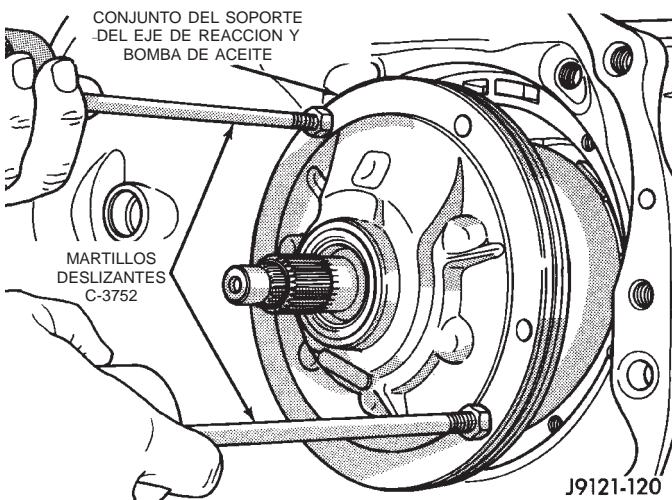

Fig. 73 Soporte del eje de reacción y bomba de aceite
(13) Retire los pernos de la bomba de aceite.
(14) Coloque los pernos de los martillos de percusión C-3752 en los orificios roscados de la brida del cuerpo de bomba (Fig. 73).
(15) Golpee las pesas del martillo deslizante hacia afuera para retirar de la caja el conjunto del soporte del eje de reacción y la bomba (Fig. 73).